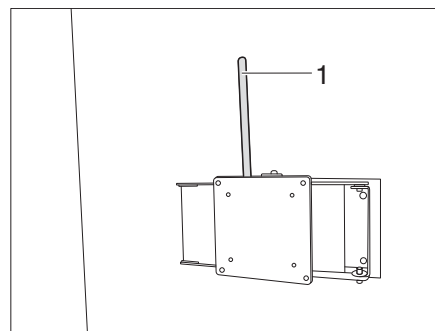

Figure 126 Support à bras articulé (variante 4)
- Tirer sur le levier (Figure 126,1).
- Repousser le levier (Figure 126,1) vers le dispositif de blocage en position initiale.